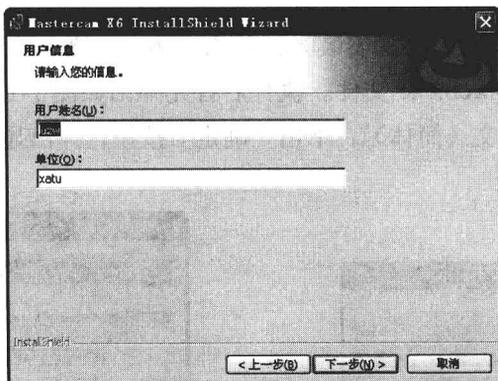

图 1-5 “用户信息”界面
**STEP 05** 选中“我接受该许可证协议中的条款”单选按钮，单击“下一步”按钮，弹出如图 1-5 所示的“用户信息”界面。